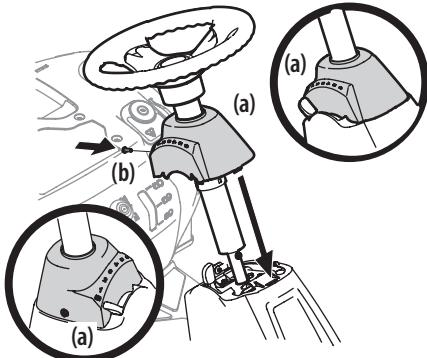

Figura 4
- Deslice la tapa del pedestal (a) hacia abajo sobre el tractor cortacésped y rótelá ligeramente a la derecha para calzarla en su lugar. Sujete la tapa del pedestal (a) con el tornillo (b) que extrajo antes. Consulte la Figura 4.